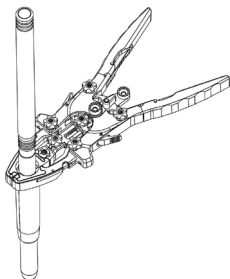

Abbildung 9
- Schieben Sie den Retraktor und die daran befestigten Klappen über den **18-mm-Dilatator** und in die Operationsstelle (Abbildung 9).